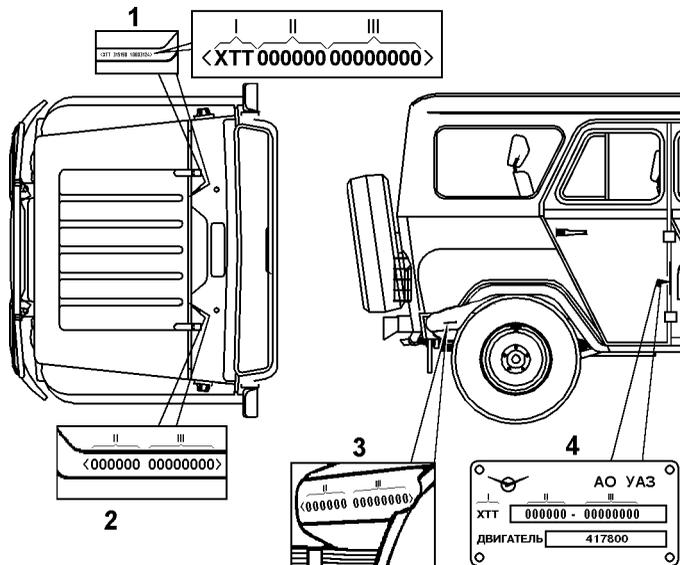

Рис. 1.4. Маркировка транспортного средства:
**Идентификационный номер транспортного средства** (рис. 1.4) выбивается на табличке заводских данных и на горизонтальном фланце верхней панели передка (под капотом, с правой стороны).
**Табличка заводских данных** (рис.1.4) расположена на центральной стойке боковины кузова с правой стороны автомобиля (в проеме задней боковой двери).
**Номер кузова** (рис.1.4) выбивается на горизонтальном фланце верхней панели передка (под капотом, с левой стороны).
**Номер шасси** (рис.1.4) выбивается на правом лонжероне рамы (в задней части).